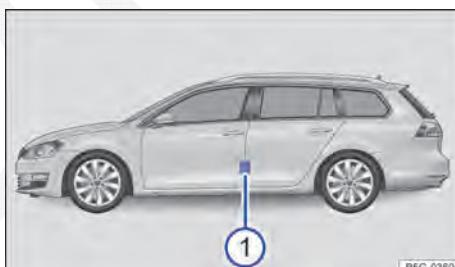

Fig. 183 Na coluna do condutor: etiqueta de pressão dos pneus ① (alternativa ao lado interno da portinhola do tanque).
- (A) Pressão dos pneus para os pneus do eixo dianteiro.
- (B) Pressão dos pneus para os pneus do eixo traseiro.
- (1) Pressão do pneus com os pneus frios.
- (2) Pressão dos pneus no carregamento parcial.
- (3) *Dependendo do veículo:* pressão dos pneus de conforto no carregamento parcial.
- (4) Pressão dos pneus no carregamento total.
- (5) Pressão dos pneus para a roda sobressalente ou para a roda de emergência.
A etiqueta de pressão dos pneus fornece a pressão dos pneus correta para os pneus montados de fábrica. As indicações valem para os pneus de verão, do ano todo e de inverno. A etiqueta de pressão dos pneus está na coluna da porta do condutor → Fig. 183 ① ou na parte interna da portinhola do tanque.